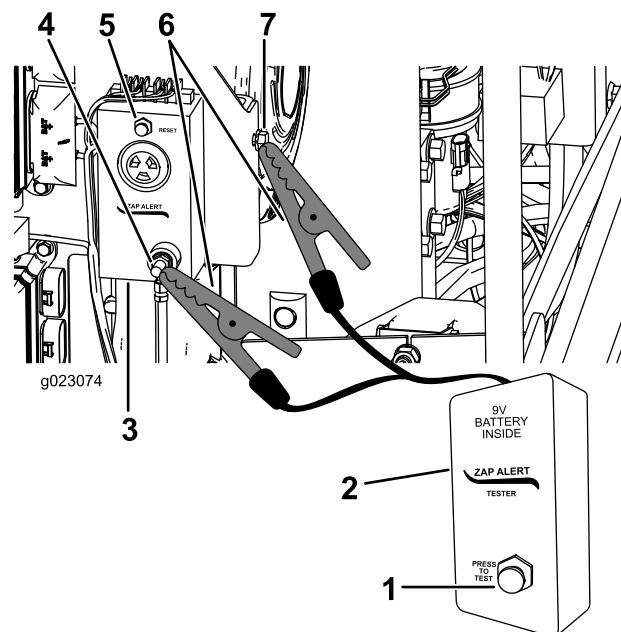

Figura 62
3. Conecte uma das garras jacaré do aparelho de teste do Zap-alert ao terminal de aterramento do sistema Zap-alert (Figura 62).
5. Pressione o botão de teste no aparelho de teste do Zap-alert (Figura 62).
6. Pressione o botão de rearmar do Zap-alert para suprimir o alarme (Figura 62).